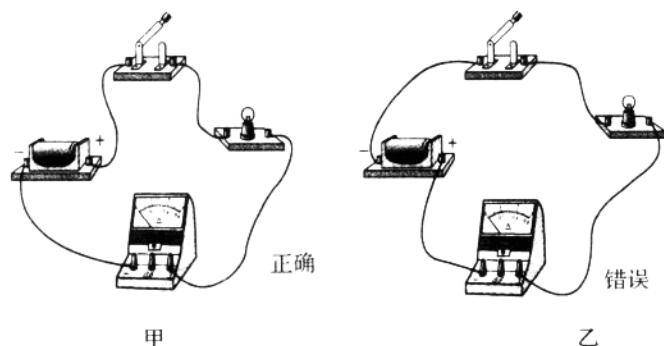

图 2-2 “+”、“-”接线柱的接法要正确, 绝不可以接反, 接反了指针反偏有可能损坏电流表
- (1)  $0.6A$  量程用“-”和“0.6”两个接线柱, 标尺每小格为  $0.02A$ ;  $3A$  量程用“-”和“3”两个接线柱, 标尺每小格为  $0.1A$ 。
- (2) 调零后把电流表串联在被测电路中正确使用, 使电流从“3”(或“0.6”)端正极流入, 从“-”端流出, 即标有“-”号的接线柱应与电源负极相连(如图 2-2)。
(3) 估计被测电流的大小, 选择适当量程。可用  $3A$  量程试触, 即将“3”接线柱引线试触被测电路电流流出端, 指针偏转小于  $0.6A$  则改用  $0.6A$  量程; 指针偏转在  $0.6A \sim 3A$  之间, 则可接入电路; 指针偏转超过满度说明电流过大, 要将电流调到小于  $3A$  或改用更大量程的表。